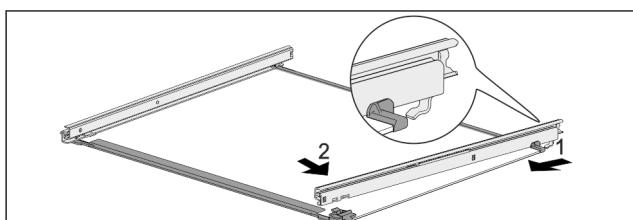

Fig. 85 Скляна пластина з рейками
- Зачепіти рейку ззаду. Fig. 85 (1)
► Зафіксуйте рейку спереду. Fig. 85 (2)